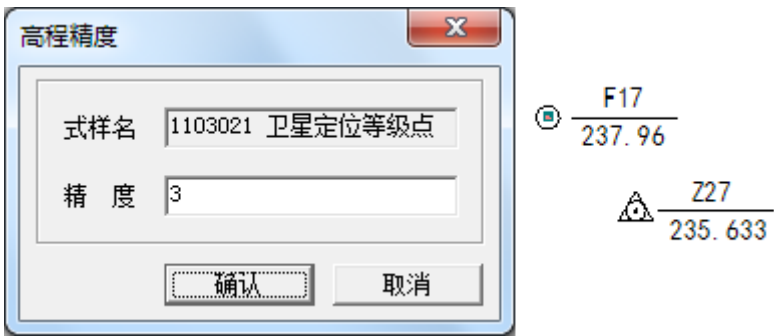

图 0-8 控制点高程精度设置和控制点注记
1、式样名：在列表框中选择要标注的控制点式样，双击某个式样后可对该式样控制点高程注记的小数点位数进行设定，如图 0-8 所示。该对话框包括式样名和精度两个选项，其中式样名为您所选择的式样名，它是不可编辑的，在精度文本框中输入您要求的精度（0-4 位）后，单击“确定”按钮，您的设置就显示在列表框中了。
3、标注形式：选择一种标注形式。如果您选中了“点名和高程注记”，那么标注时上部是点名，下部是高程，中间有一条横线，即分数形式，如图 0-8 所示；如果选择“点名注记”，系统只标注点名；如果选择“高程注记”，系统只标注高程。